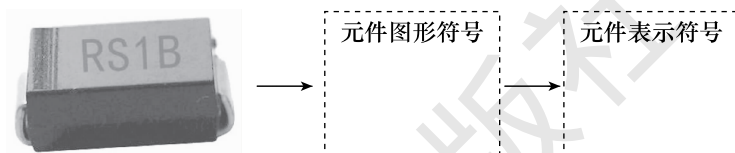

图 1-16 表贴二极管
(10) 如图 1-16 所示, 将表贴二极管的图形符号、表示符号填入对应方框中。